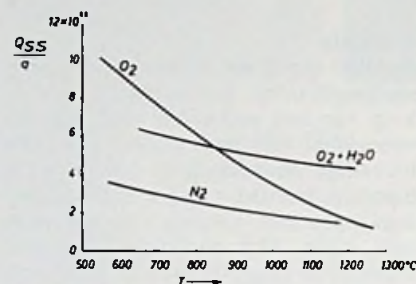

Fig. 4. Invloed van de atmosfeer en de temperatuur op de oppervlaktelading tijdens een thermische behandeling voor een 1-1-1 siliciumkristal.
- Q_{SS} is sterk afhankelijk van het milieu tijdens de thermische behandeling en van de kristalorientatie van het silicium zoals fig. 4 weergeeft.